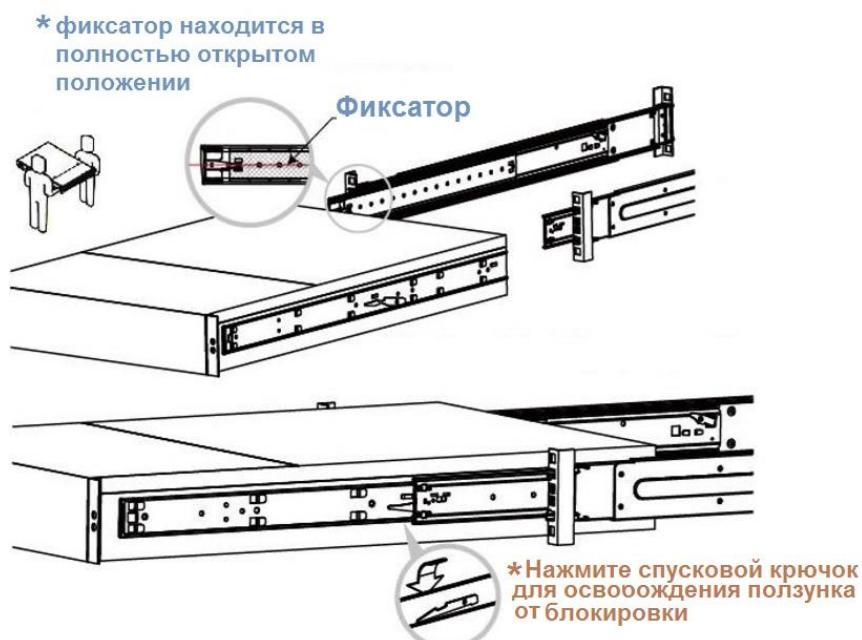

Рисунок 179. Монтаж модуля в шкаф
5. Установите корпус модуля хранения в стойку. Вставьте внутренние элементы телескопических направляющих в ответные части закрепленные в стойке, как показано на рисунке (см. Рисунок 179). Важно проверить, что перед установкой на шасси, фиксатор находится в полностью открытом положении. Если фиксатор не в полностью открытом положении при монтаже направляющих, это может вызвать их повреждение. Во время сдвигания телескопических направляющих обратно в стойку, необходимо разблокировать стопор, нажав на рычажок фиксатора.